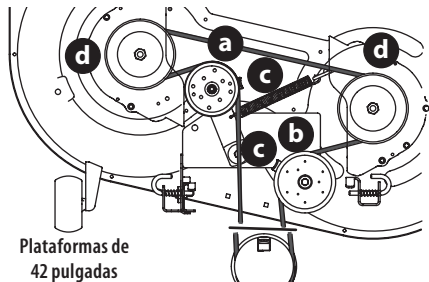
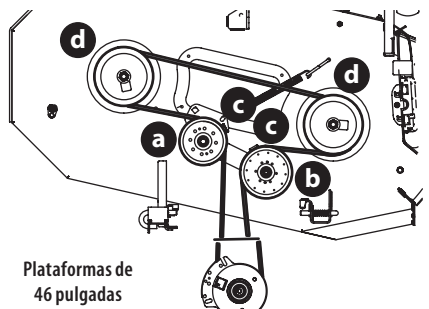
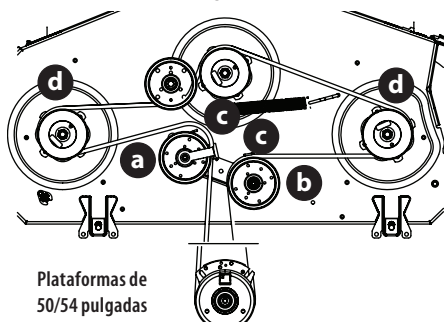
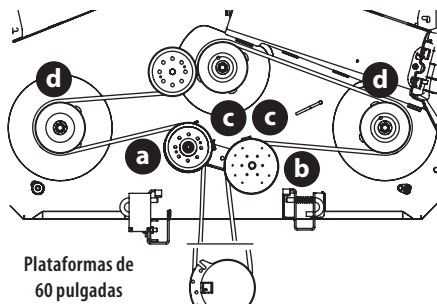

Fig. 46
Fig. 47
Fig. 48
Fig. 49
- Afloje, pero no quite los herrajes de la polea loca a la derecha (a) y la izquierda (b). Fig. 46 para las plataformas de 42 pulgadas, la Fig. 47 para las plataformas de 46 pulgadas, la Fig. 48 para las plataformas de 50 y 54 pulgadas y la Fig. 49 para las plataformas de 60 pulgadas en la página 70.